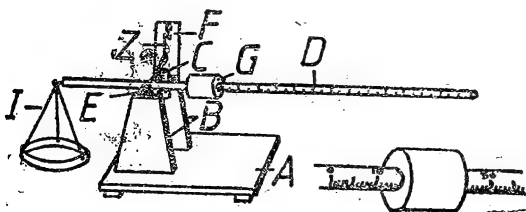

Fig. 2.87
Materiale (se va urmări fig. 2.87): 1) placa suport (A) cu dimensiunea de 20/20 cm se taie din scîndură groasă de 1,5—2 cm; 2) suportii verticali (B), din același material cu placa A, avînd înălțimea maximă de 25 cm; 3) doi suporti de ax (C), din tablă; 4) tija (D), lungă de 50 cm, poate fi o țeavă de aluminiu cu diametrul de 1 cm, sau o bară cilindrică din lemn cu diametrul de 1,2—1,5 cm; 5) axul balanței (E) va fi din sîrmă cu diametrul de 0,4—0,5 cm; 6) placa pentru indicarea punctului zero poate fi din carton, placaj sau material plastic; 7) cursorul (G) este o bucată de țeavă din fier, lungă de 5 cm, cu diametrul interior de 1—2 mm mai mare decît al tijeii D (poate fi lucrat și din lemn); 8) tasul (H) este o farfurioară din material plastic, sau capacul cilindric al unei cutii; 9) sforile (I) din bumbac sau material plastic (gută pescărească subțire); 10) indicatorul (Z) din sîrmă subțire, zincată; 11) cuișoare, șuruburi pentru lemn.